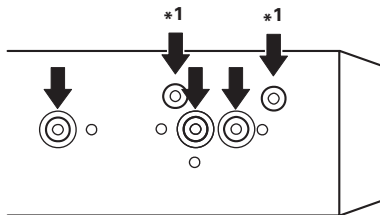
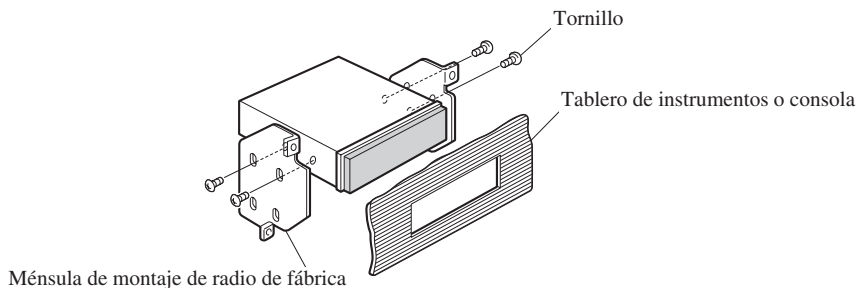

Fig. 12
Fig. 13
2. Fijación de este producto a la ménsula de montaje de radio de fábrica. (Fig. 12) (Fig. 13)